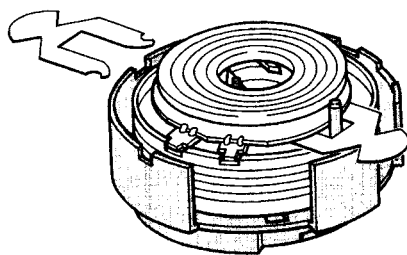

Fig. 7
- Insert the two Mylar films supplied with the new cylinder as shown in fig. 7.
The upper protection cover and the 2 Mylar films (0.15 mm thick) must remain on the cylinder during the fitting process (fig. 7).
- Die 2 Mylar-Filme einsetzen, die die neue Kopftrommel begleiten. Siehe Abb. 7.
Die obere Schutzabdeckung und die 2 Mylar-Schutzfilme (0,15 mm dick) dürfen während des Einbauvorgangs nicht von der Kopftrommel entfernt werden (Abb. 7).
- Placer les deux films en mylar joints au tambour neuf comme montré à la fig. 7.
Lors de cette opération, ne pas enlever du tambour la protection supérieure et les 2 plaques en Mylar de 0,15 mm d'épaisseur (fig. 7).
- Enlever les 3 vis (fig. 7).